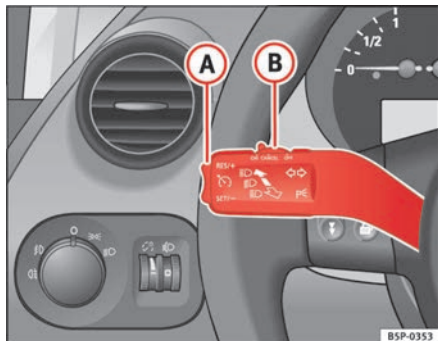

Fig. 145 Alavanca dos indicadores de direcção e máximos: interruptor e botão basculante para o regulador de velocidade
- Empurrar o cursor ⇒ fig. 145 **B** para esquerda para **ON**.